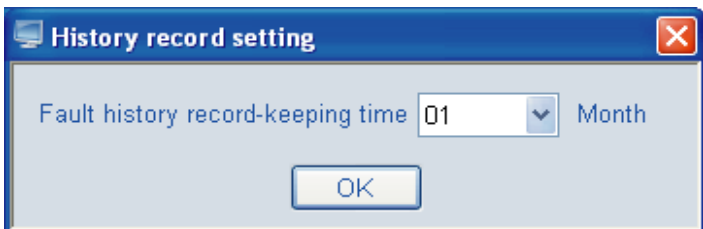

Рис. 4-54
② Выберите пункт “History set” «Настройка истории», на экране откроется окно, как показано на Рис.4-54 — для настройки или изменения продолжительности истории учета ошибок.